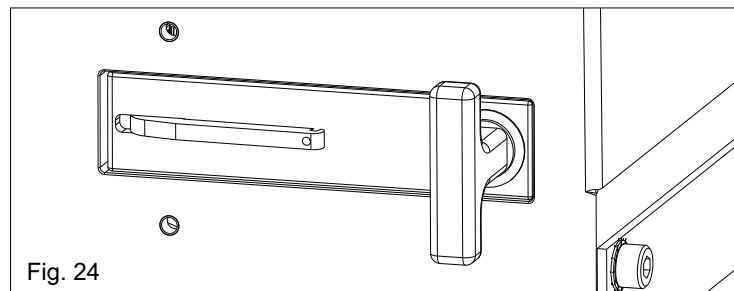

Fig. 24
- Empujar la palanca de desbloqueo hasta el completo cierre. (Fig. 24).